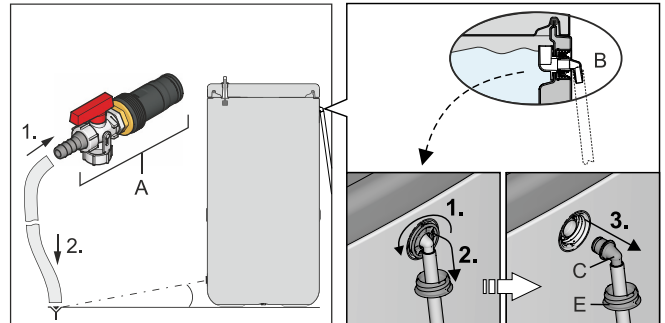
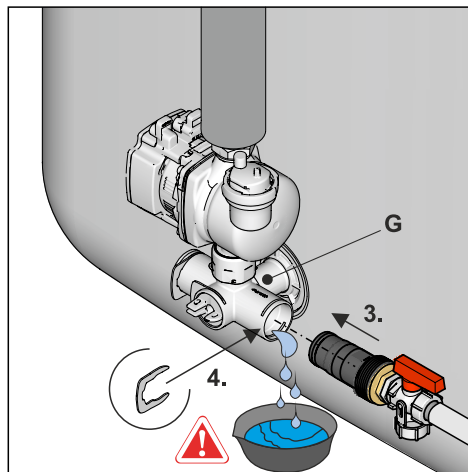

Fig. 49-1 Montar la manguera de desagüe; opcionalmente: desmontar la pieza de conexión del desagüe de seguridad
Fig. 49-6 Montar la conexión de llenado KFE en el ángulo de conexión
- 2 Conectar la manguera de desagüe a la **conexión de llenado de KFE (accesorio KFE BA)** (Fig. 49-1, pos A) y tenderla hasta un punto de drenaje situado como mínimo con profundidad en el suelo.
Si no hay ninguna **conexión de llenado KFE** disponible, puede desmontarse y utilizarse alternativamente la pieza de conexión (Fig. 49-1, pos. C) del desagüe de seguridad (pos. B).
Tab. 49-1 Leyenda de Fig. 49-1 hasta Fig. 49-6
- 1 Ajustar el inserto de válvula en el ángulo de conexión hasta que se cierre el tramo hasta el tapón ciego (Fig. 49-6).
- 2 Colocar debajo un recipiente colector adecuado y quitar el tapón ciego del ángulo de conexión (Fig. 49-6).
- 3 Introducir la **conexión de llenado KFE** en el ángulo de conexión y asegurarla con garras de retención (Fig. 49-6).